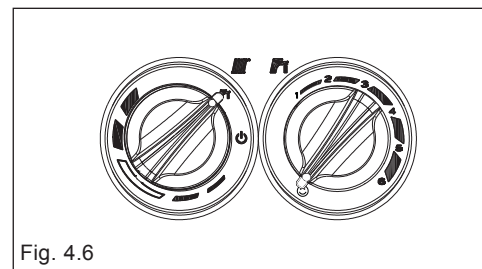

Fig. 4.6
**Preriscaldamento (acqua calda più veloce):** ruotando la manopola regolazione temperatura acqua sanitaria (fig. 4.6) sul simbolo “**☺**” si attiva la funzione preriscaldamento. Riportare la manopola di regolazione temperatura acqua sanitaria nella posizione desiderata.
Questa funzione permette di mantenere calda l’acqua contenuta nello scambiatore sanitario al fine di ridurre i tempi di attesa durante i prelievi. Quando la funzione preriscaldamento è abilitata è presente il simbolo “**☺**” (fig. 4.6).